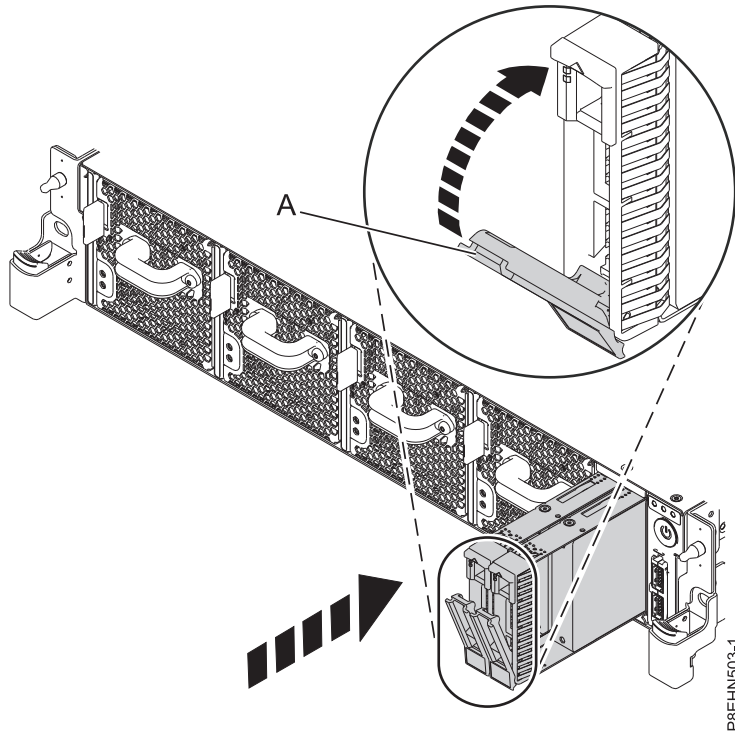

Figure 48. Détails relatifs à la fixation d'une unité de disque
3. Verrouillez la poignée de baie d'unité (A) en appuyant sur le loquet de la poignée. Voir figure 48, à la page 40.